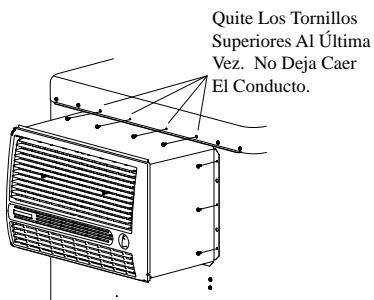

Fig. 9
- Quite los 4 tornillos medios de la tapa mientras que soporte el conducto en lugar. (Véase Fig. 9). Tenga cuidado de no dejar caer el conducto o los daños a los cables eléctricos podrían ocurrir. Puede necesitar aflojar otros tornillos en la tapa para hacerla más fácil quitar el conducto.